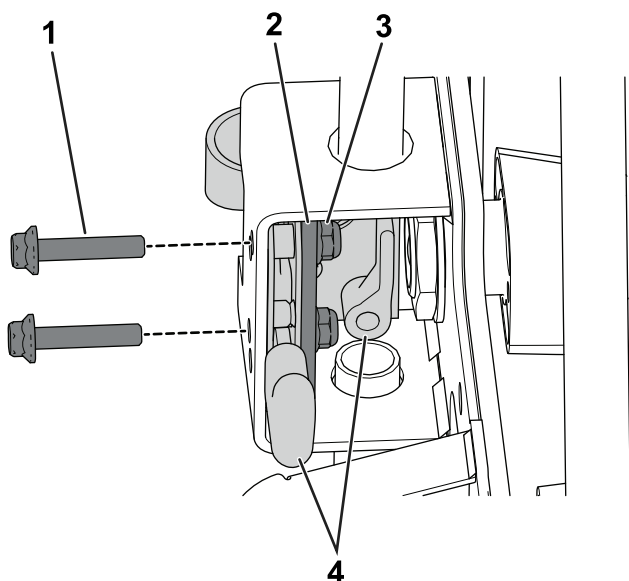

Рисунок 1
1. Снимите болты, опорную пластину и гайки, с помощью которых замок в сборе подсоединяется к креплению ручки (Рисунок 1).
6. Установите замок в сборе на крепление ручки, используя крепежные детали, снятые при выполнении пункта 1; см. Рисунок 1.